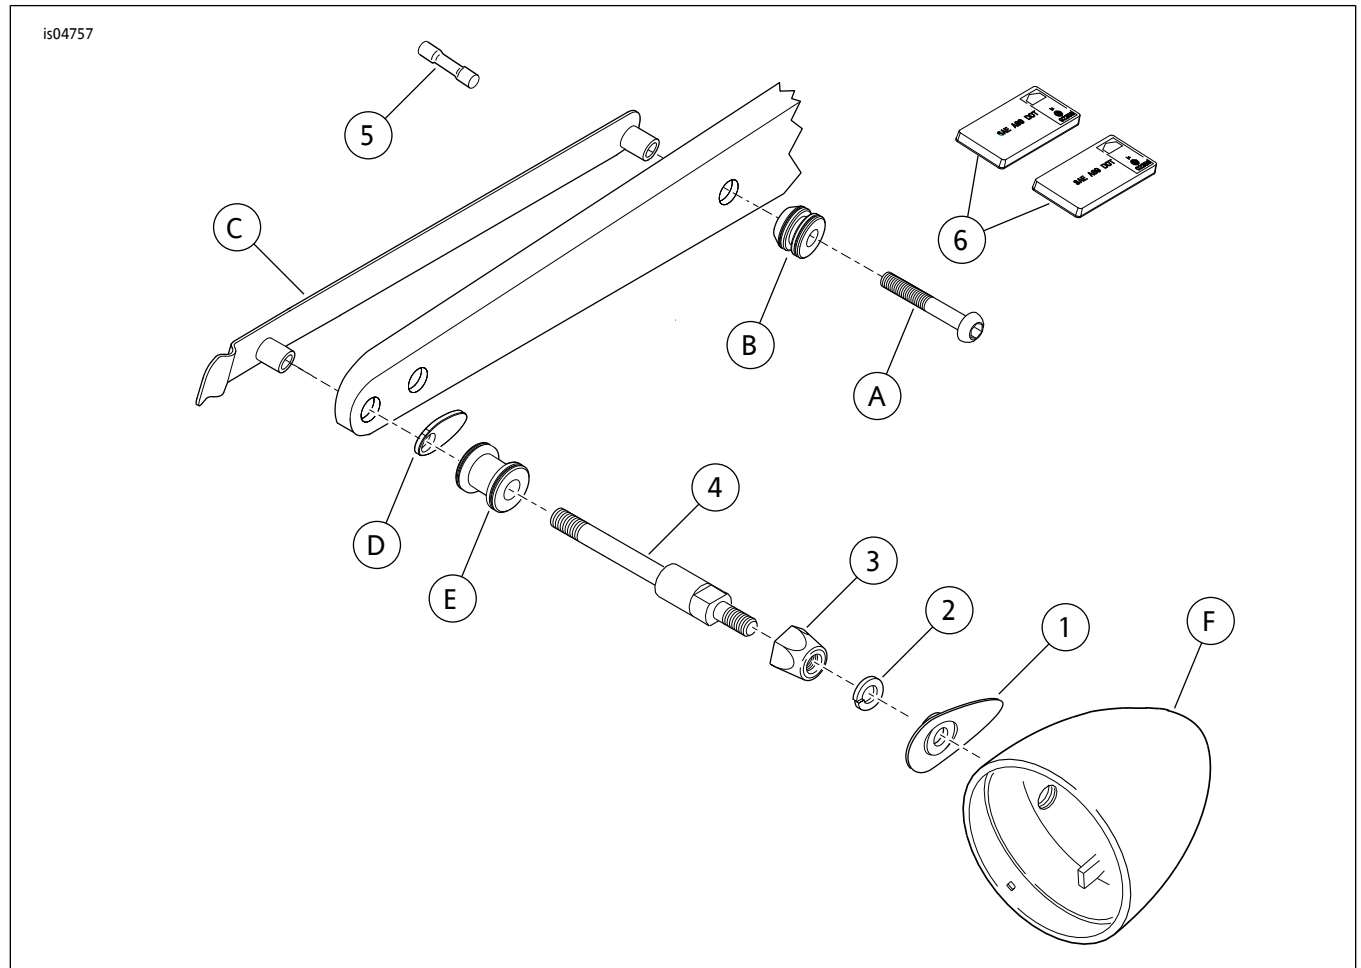

图3。维修零件：FXD转向信号重新定位套件
参见图3和表1。
1. 参见图3。将后对接点( E )和凹坑盖( D )置于新转向信号杆( 4 )长螺丝端，对接点埋头孔侧朝外。
- 参见图3。去除反光片(6)背胶衬垫,将反光片沿侧板底部边缘对中。粘贴反光片并在原位固定30秒。在另一个侧板上重复操作。